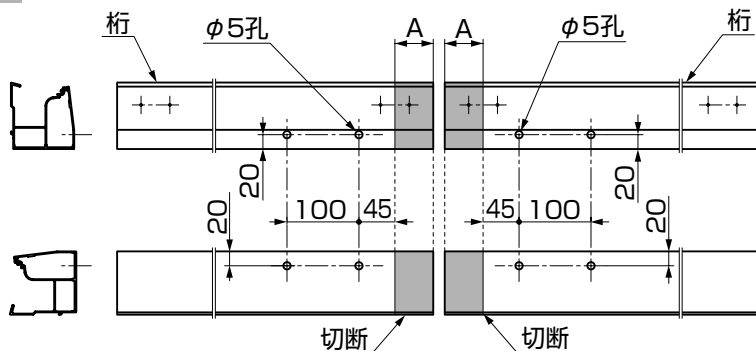

図1-1
- ①桁の連結側に連棟用の切断と孔加工をしてください。(表1-1、図1-1参照)
- ②桁に桁連結スリーブを差込み、【10-4】で取付けてください。